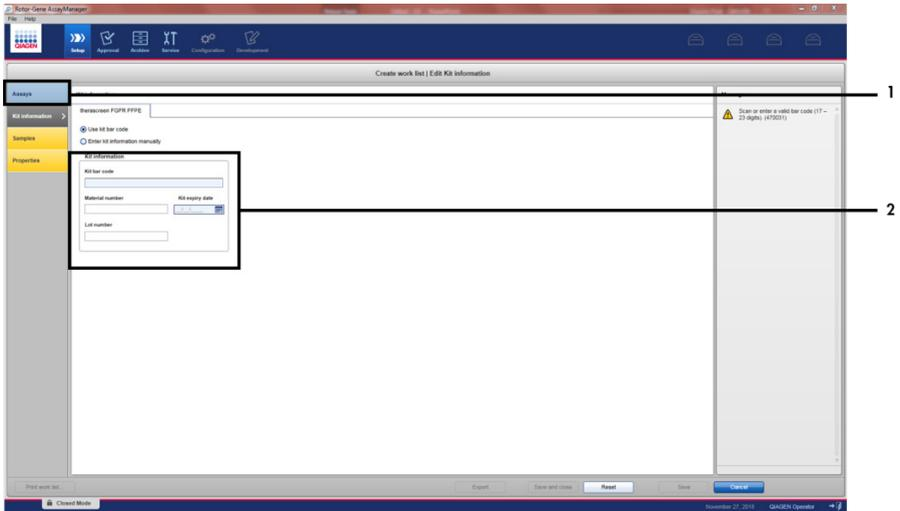

Figura 9. Ventana principal de creación de una lista de trabajo. 1 = Pestaña “Kit information” (Información del kit).
4. Haga clic en la pestaña “Kit information” (Información del kit). Seleccione “Enter kit information manually” (Introducir información del kit manualmente) e introduzca la información del kit (Figura 9).